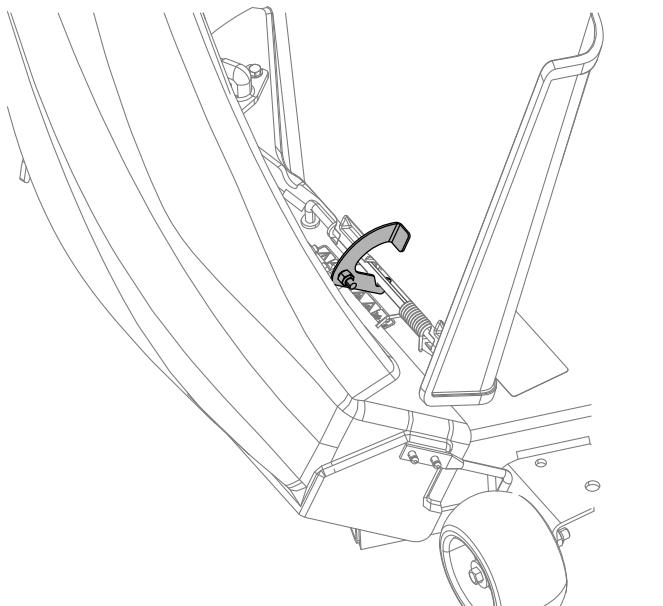
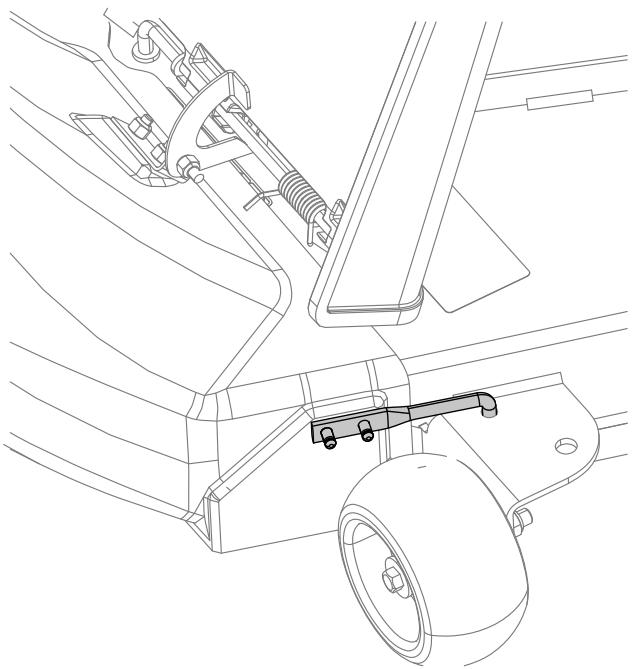

Bild 26
Bild 27
4. Haken Sie oben am Auswurfkanal den hakenförmigen Riegel um die Gelenkstange des Ablenkblechs (Bild 26 und Bild 27).